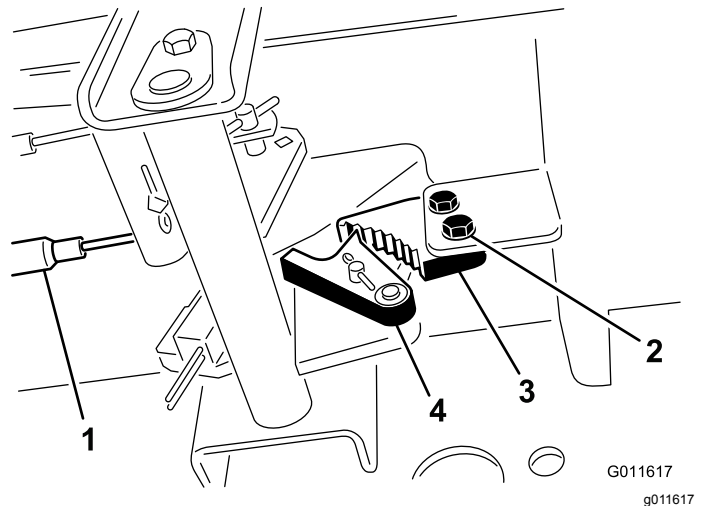

Figura 62
1. Afloje los 2 tornillos que fijan el trinquete del freno de estacionamiento al bastidor (**Figura 62**).
2. Pise el pedal del freno de estacionamiento hacia adelante hasta que la uña se engancha a fondo en el trinquete del freno (**Figura 62**).